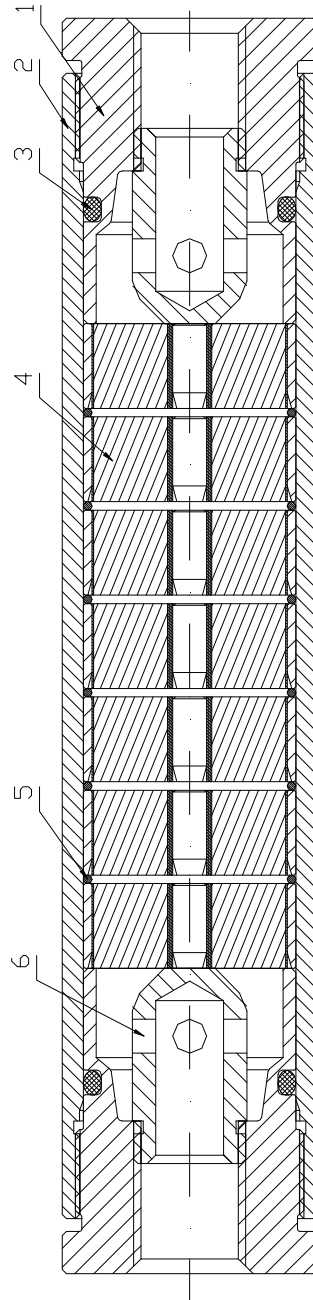

Bild 1
(Siehe Bild 1)
(siehe Bild 1)
- Bestellnummer (Position siehe **Bild 1**)